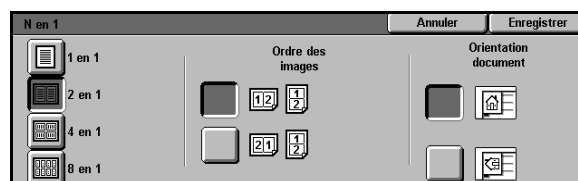
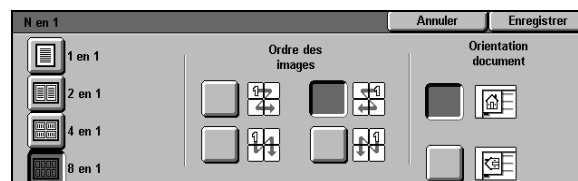

Figure 7 : Écran de paramétrage 2 en 1
Figure 8 : Écran de paramétrage 4 ou 8 en 1
- 2** Sélectionnez l'une des options suivantes pour afficher l'écran de paramétrage correspondant (figure 7 et figure 8) :